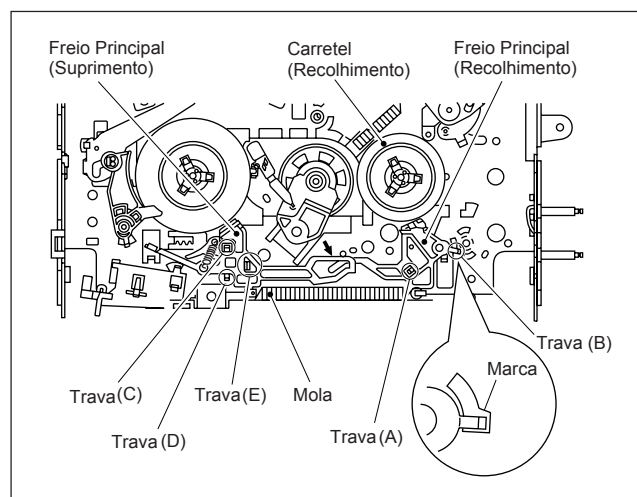

Fig. 2-2-20a
- (1) Mova o freio principal (recolhimento) na direção indicada pela seta e remova o carretel (recolhimento).
- (2) Remova a mola presa ao freio principal.
- (3) Solte a trava (A) do freio principal (recolhimento) e puxe a trava (B) depois alinhá-la com a marca no mecanismo.
- (4) Solte as travas (C), (D) e (E) do freio principal (suprimento) do mecanismo e retire-o. (Veja Fig.2-2-20a.)